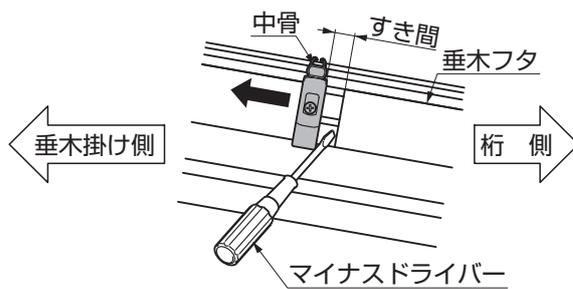
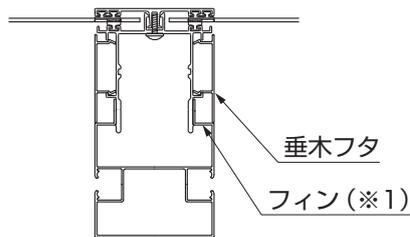
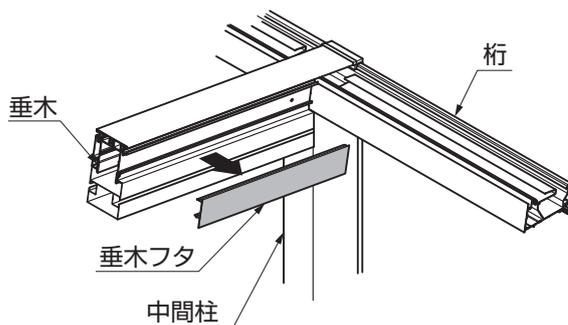

図1-2 A部詳細図
図1-3
図1-4
②中骨と垂木フタの間にできるすき間に、マイナスドライバー等を差込み、垂木フタを取外してください。(図1-2、図1-3、図1-4参照)
●垂木フタは、差込んだマイナスドライバー等で、下側のフィン(※1)を押上げると容易に取外せます。(図1-3参照)